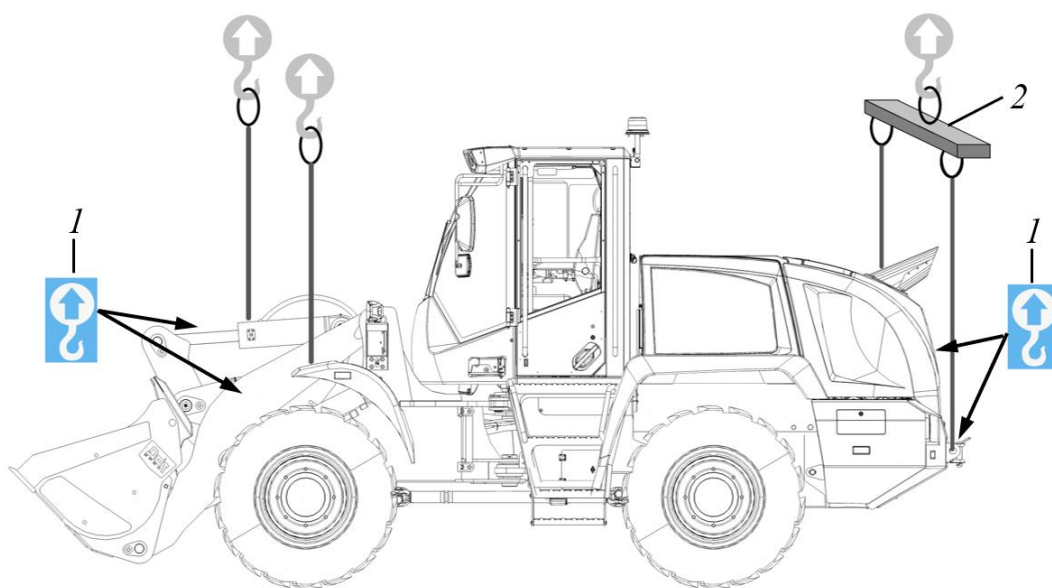

Рисунок 3.97. Погрузка машины краном
- ▶ Закрепить строповочные приспособления с выравнивающей траверсой 2, как показано на рис. 3.97, в точках крепления 1 машины.